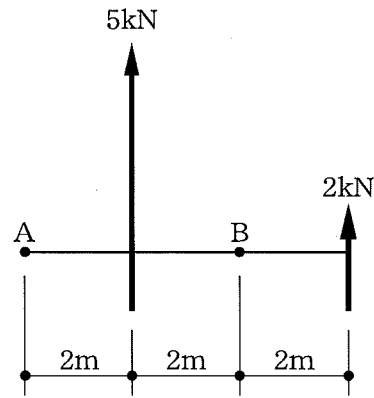

図2
(2) 図2で各力のA, B点に対する力のモーメントの総和を求めよ。